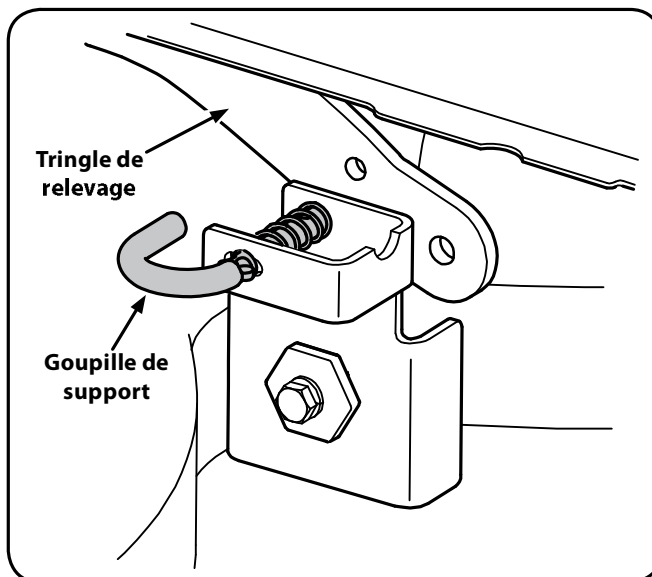

Figure 7-3
6. Sortez la goupille de support du plateau de coupe pour dégager le plateau de la tringle de relevage. Voir la Figure 7-3.
- b. Raccordez les barres de relevage du plateau de coupe. Voir la Figure 7-3.